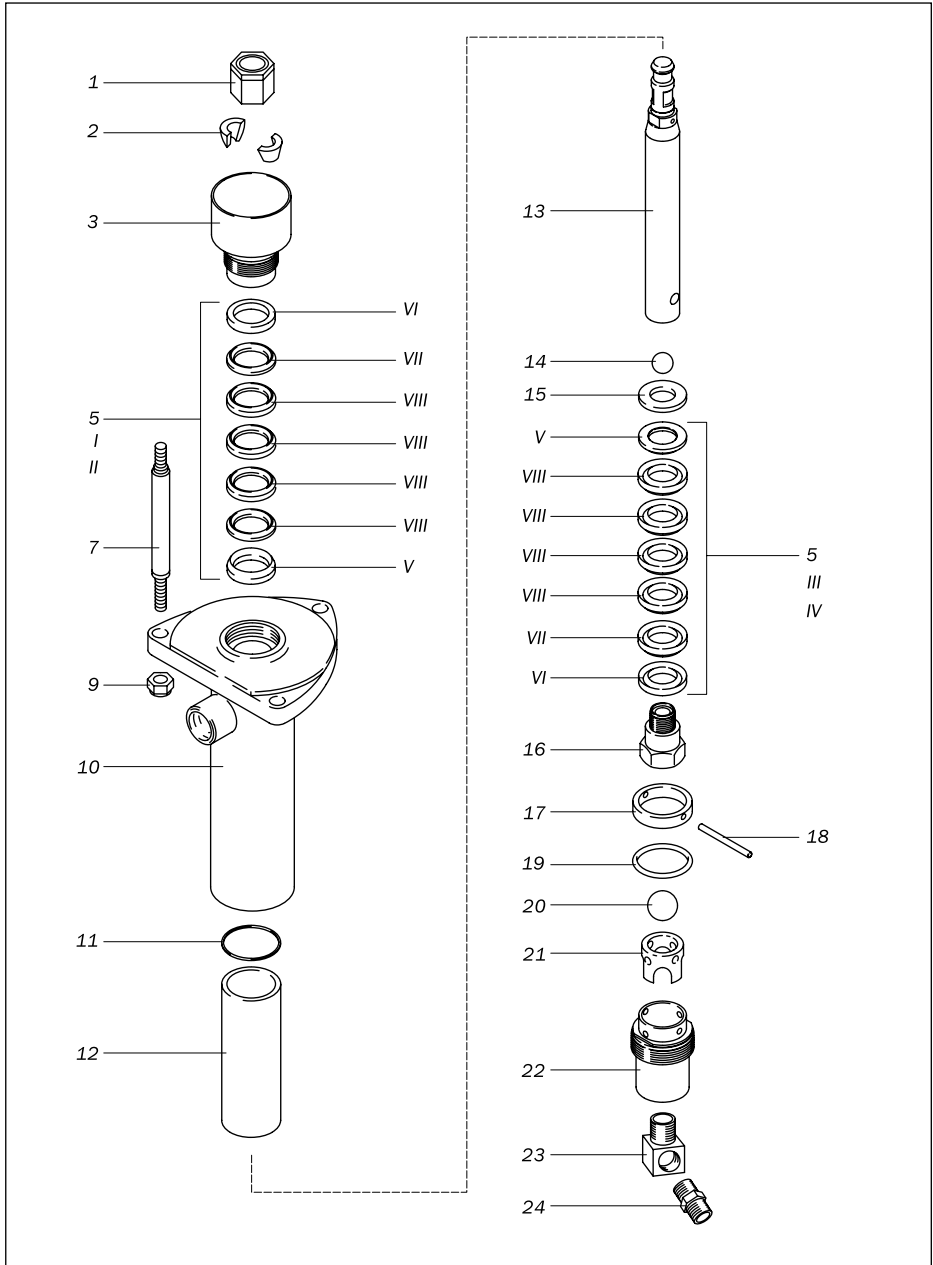

Рис. 9.2.1. Деталировочный чертеж насоса окрасочного аппарата.
### 9.2.1. Детализированный чертеж насоса окрасочного аппарата (рис. 9.2.1).
2. Ослабить герметизирующую втулку 3 (рис. 9.2.1).
4. Вывернуть корпус всасывающего клапана 23 (рис. 9.2.1).
2. Установите манжеты 5 (рис. 9.2.1) в корпус насоса 10 кромками вниз.
13. Затянуть герметизирующую втулку 3 (рис. 9.2.1). Момент затяжки 34–41 Н·м